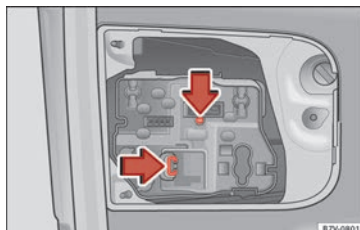

Fig. 113 I bagklappen: Sådan tages pæreholderen ud.
4. Tryk låsetapperne i pilens retning » **Fig. 113**, og tag pæreholderen ud.